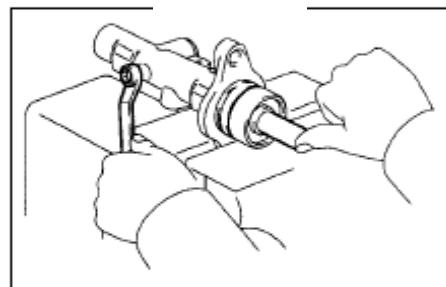

Рис. 261
- (5) Толкните поршень рукой, и снимите болт поршня и прокладку (для машин без системы ABS)(рис. 261)